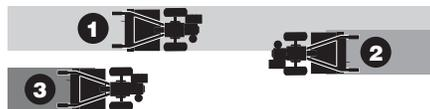

Fig. 4-8
• Si las dimensiones del jardín no permiten la labranza en sentido longitudinal y luego en sentido transversal, entonces traslape las primeras pasadas por la mitad del ancho de la cultivadora, continuando con sucesivas pasadas a un cuarto del ancho (ver Fig. 4-8).